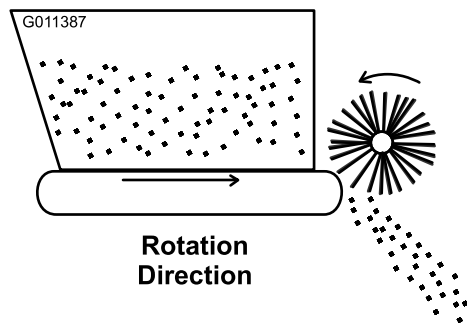

Figura 18
4. Avviate il motore del veicolo e testate la rotazione di trasportatore e spazzola. Posizionate la leva idraulica a distanza del Workman in posizione di funzionamento. La rotazione dovrà corrispondere a quanto mostrato in Figura 18. In caso di rotazione all'indietro, invertite gli accoppiatori rapidi.